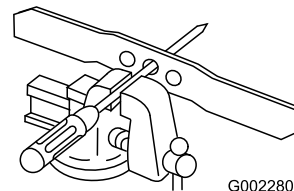

Figura 28
1. Verificate il bilanciamento della lama collocando il foro centrale della lama su un chiodo o sul codolo di un cacciavite serrato orizzontalmente in una morsa (Figura 28).